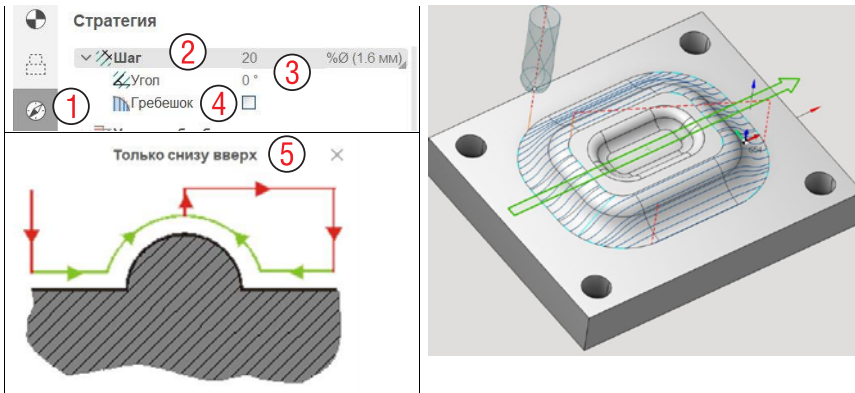

Рис. 3-17. Параметры стратегии операции Чистовая построчная.
Снова посмотрим на параметры по умолчанию. На вкладке Стратегия (1 на рис. 3-17) можно увидеть параметр Шаг (2) и Угол (направление проходов (3)). Также возможно задание шага по высоте гребешка (параметр Гребешок (4)). Еще один важный параметр – Сортировка – Проходы только снизу вверх (5). На рис. 3-17 показан рисунок – подсказка из системы. Его включают для инструментов, которые не могут работать на погружение.